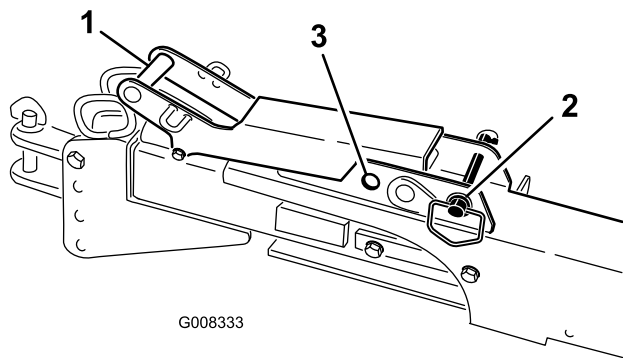

図 21
- A. ラッチハンドルのピンが「ロック解除位置」後ろ位置にあることを確認する 図 21。
注 ヒッチが伸びた状態で、ラッチハンドルのピンを前位置ロック位置に移動させてヒッチアセンブリをロックする 図 21。